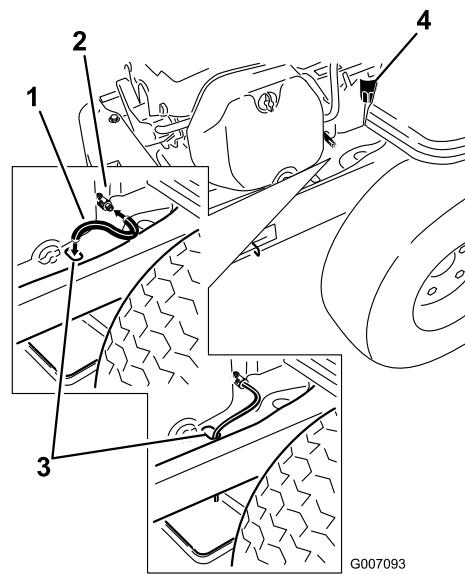

Figura 26
5. Limpie la zona alrededor del tapón de vaciado, situado en el bastidor de la máquina. Localice el tubo de vaciado y colóquelo sobre la válvula de vaciado (Figura 26).
- Pase el otro extremo del tubo de vaciado del aceite a través del orificio de vaciado del bastidor (Figura 26).